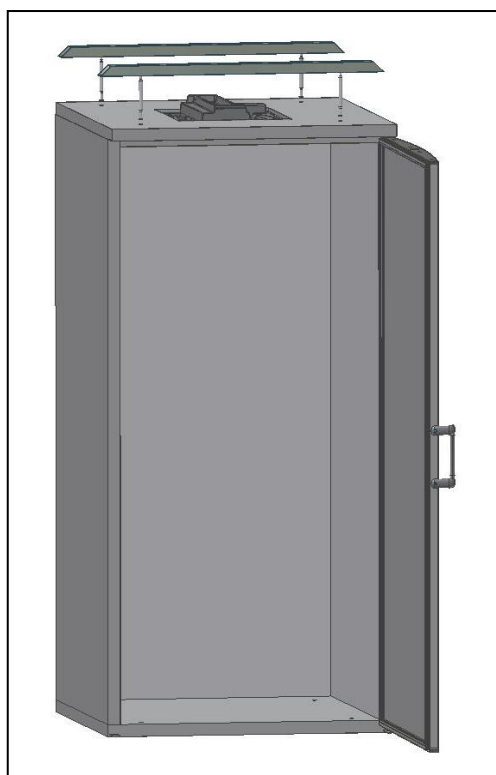

Fig. 12
- Fixer **les barres avec supports** dans les trous, par l'extérieur du couvercle (Fig.12);